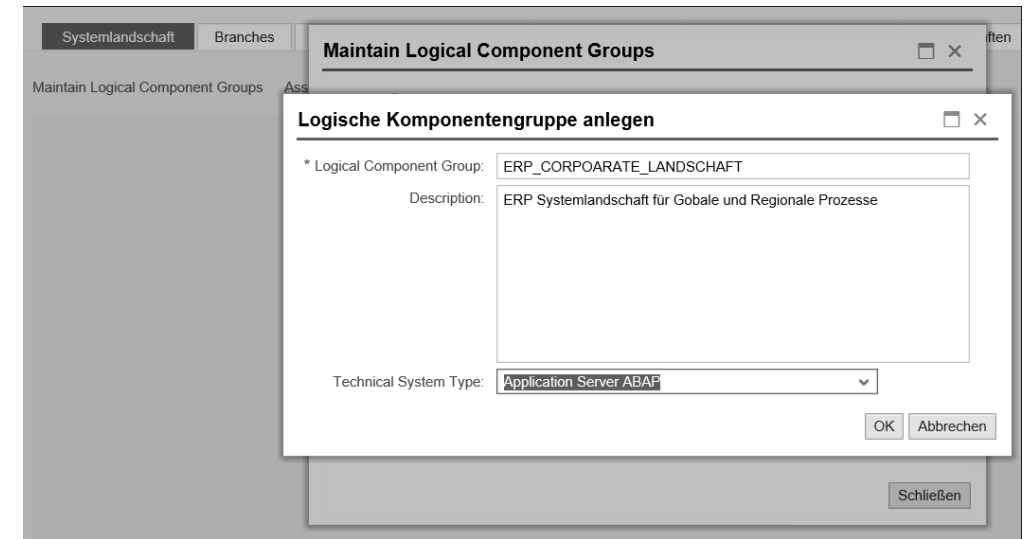

Abbildung 3.11 Logische Komponentengruppen in der Lösungsverwaltung anlegen
**Logische Komponentengruppe anlegen** Eine logische Komponentengruppe legen Sie bei der Anlage einer Lösung direkt in der Lösungsverwaltung an, wie in Abschnitt 3.1, »Lösungen und ihre Dokumentation«, schon gezeigt. Nach dem Klick auf **Maintain Logical Component Groups**, öffnet sich ein Pop-up-Fenster, in dem Sie auf den Link **Create Logical Component Group** klicken. Die logische Komponentengruppe wird dann direkt in der LMDB angelegt. Definieren Sie einen technischen Namen für die logische Komponentengruppe und eine Beschreibung als Fließtext. Weisen Sie anschließend den technischen Systemtyp zu (siehe Abbildung 3.11).